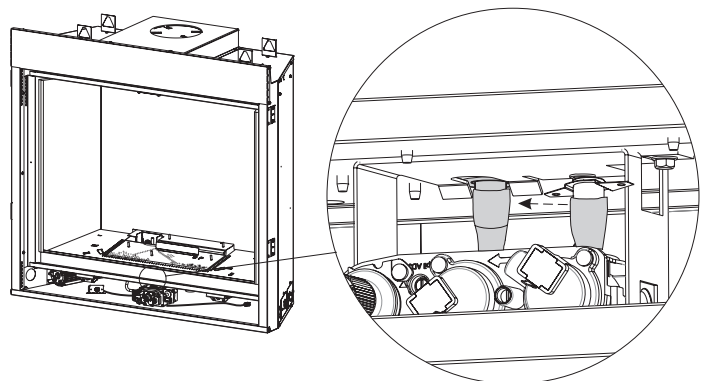

Figure 16
13. Installer le thermodisque en enclenchant dans le support prévu à cet effet sous l'ensemble de soupape de brûleur. **Voir Figure 16.**